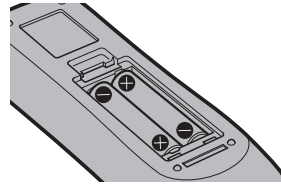

图 2
- 2) 插入电池并关闭盖板（先插入 \ominus 端）。(图 2)